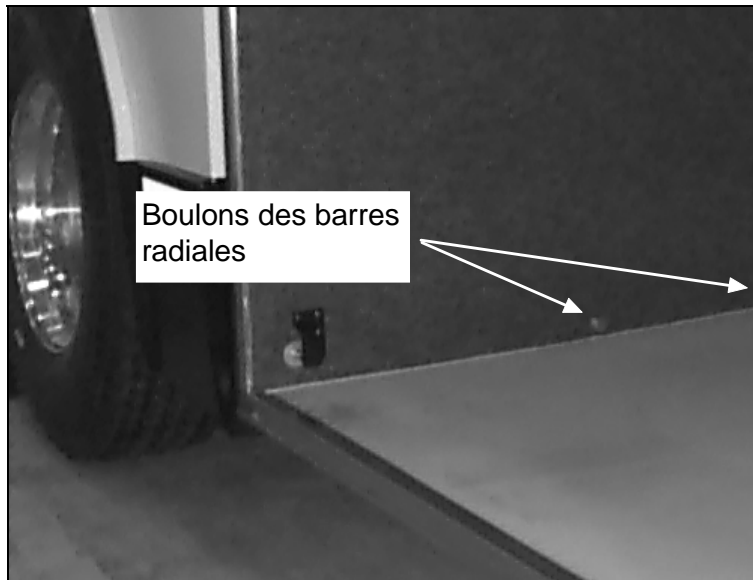

FIGURE 5: EMBLACEMENT DES BOULONS
16. Localiser les deux trous des boulons des barres radiales du différentiel situés dans le compartiment à bagages (fig.5).